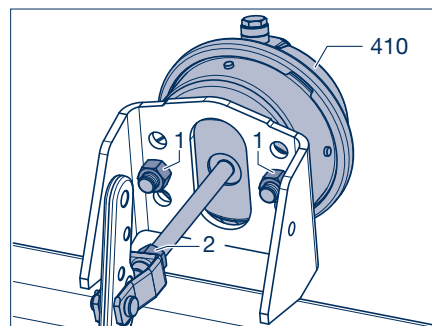

Figure 4
- [8] Les chapes à trou oblong nécessitent un ressort de rappel extérieur (295, figure 4 109), dont il convient de tenir compte pour le calcul de freinage CE.